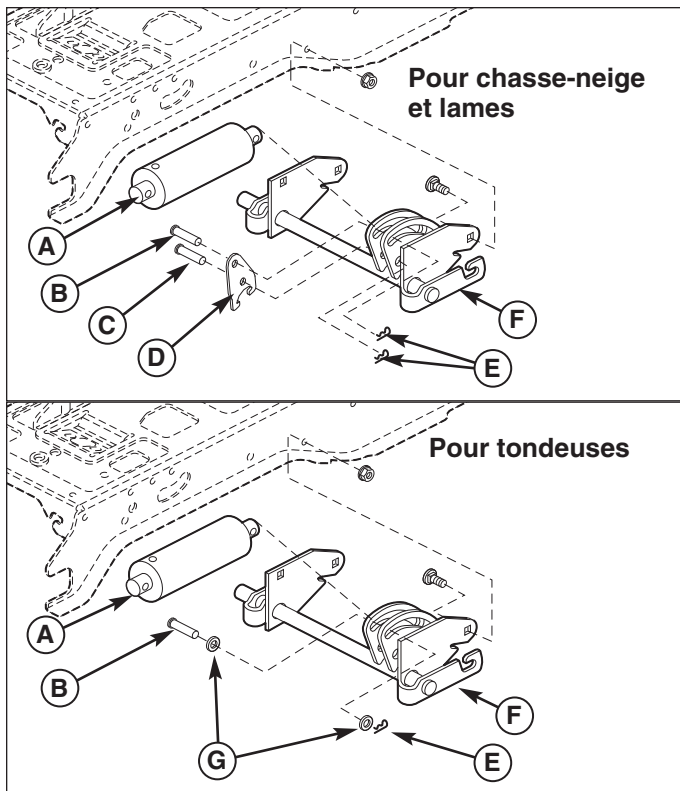

Figure 17. Plaque de verrouillage du levage – Modèles de levage hydraulique
Lorsque vous utilisez un chasse-neige ou une lame, la plaque de verrouillage de la pression vers le bas (D, Figure 17) et une goupille supplémentaire (C) sont ajoutées. Ces pièces sont incluses avec l'accessoire. Remarquez que les rondelles (G) ne sont pas utilisées avec la plaque de verrouillage.